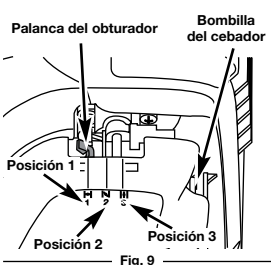

Fig. 9
- Oprima completamente el cebador y suéltelo 10 veces. Hágalo lentamente. Se deberá ver un poco de combustible en el cebador y en las tuberías de alimentación de combustible (Fig. 9). Si no puede ver el combustible en el cebador, oprímalo y suéltelo tantas veces como sea necesario hasta que vea combustible en el mismo.
- Coloque la palanca del obturador en **Posición 1** (Fig. 9).
- Coloque la palanca del obturador en **Posición 2** (Fig. 9).
- Coloque la palanca del obturador en **Posición 3** (Fig. 9) la unidad está lista para usarse.